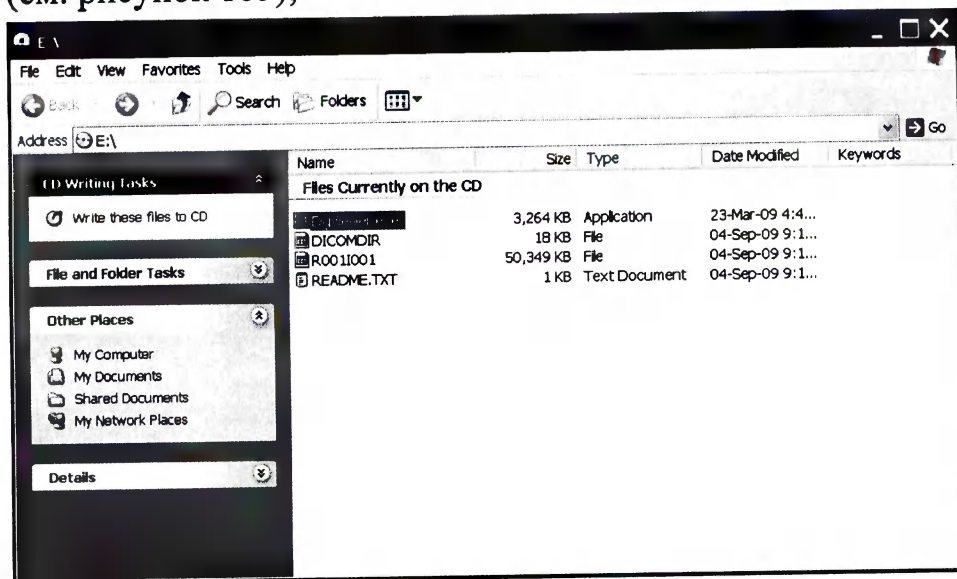

Рисунок 185
- выберите файл **DgViewer.exe** для открытия программы просмотра изображений (см. рисунок 185);